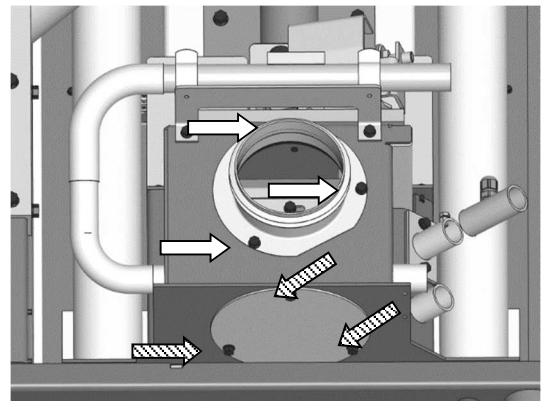

Abb. 32: Umbau Zuluftstutzen
1. Die drei Befestigungsschrauben des Zuluftstutzens herausdrehen (Abb. 32).